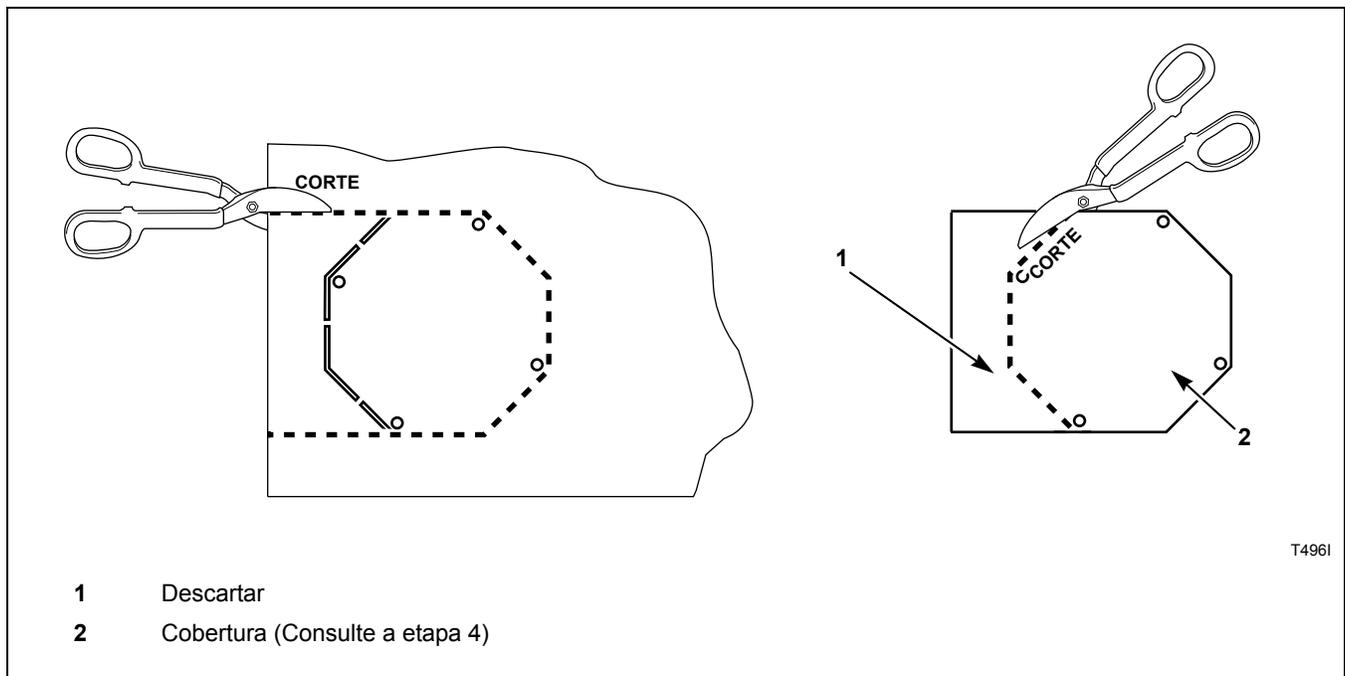

Figura 5
3. Recorte o formato do topo da cobertura da correia. Consulte *Figura 5*.